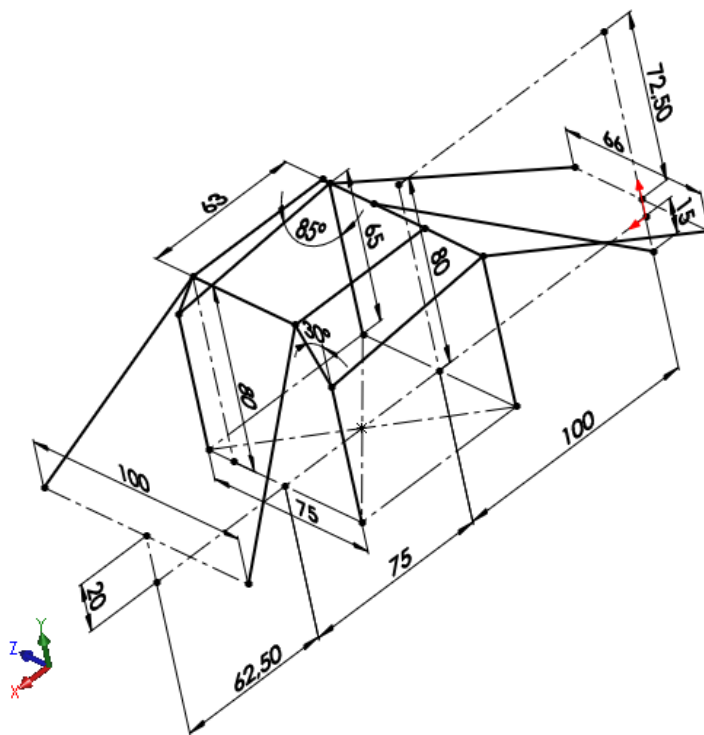

Figura 1.12 - Esboço 3D da carenagem finalizado.
2.21. Os dois apoios traseiros são desenhados de maneira semelhante aos frontais. Na barra de ferramentas de **Esboço**, clique na setinha preta ao lado da ferramenta linha  e selecione linha de centro . Para melhor visualização, rotacione a vista para uma posição semelhante à da Figura 1.12. Certifique-se de estar no plano YZ e desenhe uma linha de construção ao longo do eixo Z. Dimensione-a com 100 mm. Para deixá-la totalmente definida, selecione-a juntamente com o ponto superior da linha vertical de 20 mm e adicione a relação de **Ponto médio**.